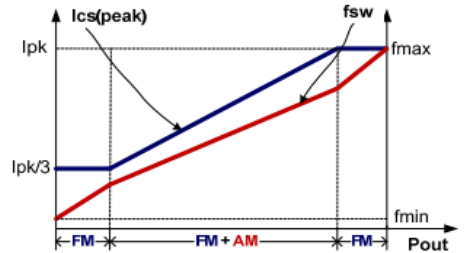

图 4
为了满足平均系统效率和空载功耗的严格要求，SA3545 采用了调频 (FM) 和幅度调制 (AM) 混合，如图 4 所示。在满载的情况下，系统以 FM 模式运行。在正常轻负载条件下，IC 工作在 FM + AM 模式，以实现出色的调节和高效率。当系统接近零负载时，IC 再次进入 FM 模式工作，以降低待机功耗。这样，空载损耗会小于 70mW。